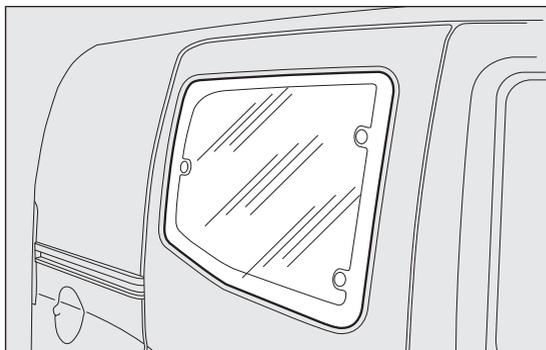
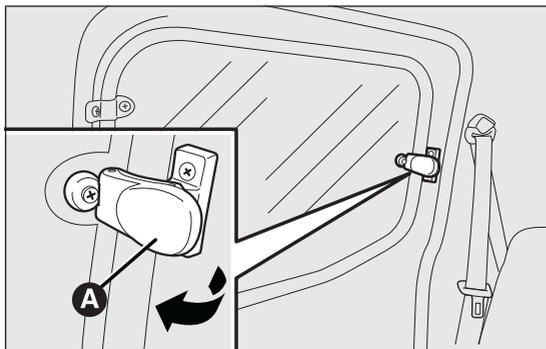

fig. 54
fig. 55
Per aprirli, procedere come segue fig. 54 fig. 55:
- spostare la leva A fig. 55 verso l'esterno fino ad ottenere la completa apertura del vetro.